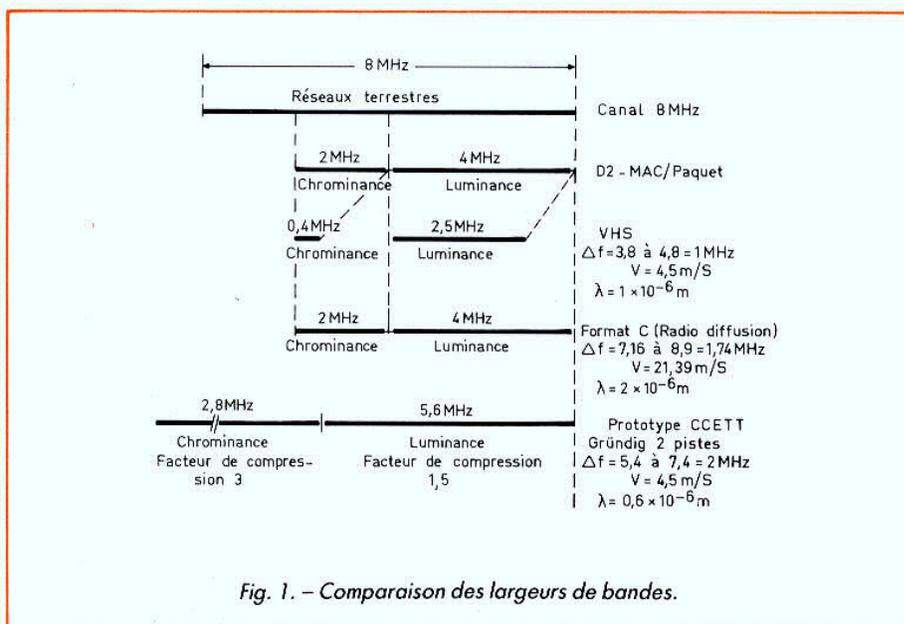
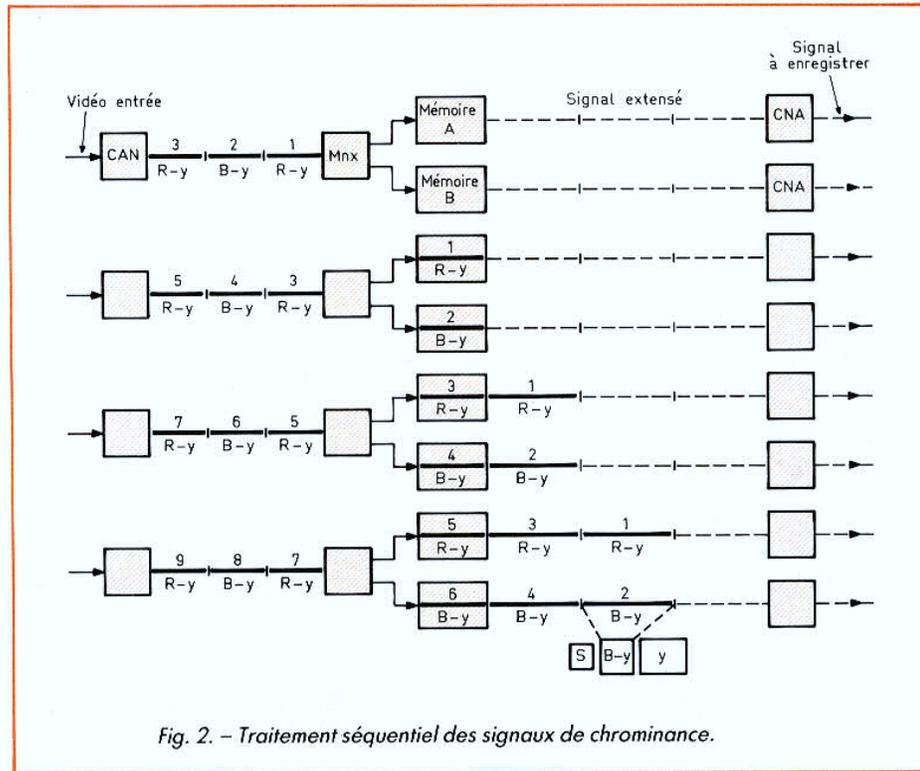

Fig. 1. - Comparaison des largeurs de bandes.
Fig. 2. - Traitement séquentiel des signaux de chrominance.
**La qualité de l'image et du son du standard D2-MAC Paquet dépasse sensiblement celle des standards de télévision actuels PAL et SECAM, comme le montre la représentation de la figure 1 avec un canal de 8 MHz dans lequel la vidéo occupe 6 MHz composée d'une luminance de 4 MHz et d'une chrominance de 2 MHz. L'enregistrement du signal D2-MAC Paquet dépasse de loin les possibilités des magnétoscopes VHS actuels.**
La largeur de bande passante de luminance n'est que de 2,5 MHz en VHS, et la largeur de bande passante de chrominance n'est que de 0,4 MHz (fig. 1). Seul un magnétoscope de radiodiffusion du format C permet une reproduction intégrale des composantes du
signal D2-MAC Paquet, étant donné sa vitesse élevée tête-bande de 21,39 m/s (fig. 1). La longueur d'onde enregistrée pour un signal correspondant à la limite supérieure de l'excursion de fréquence (4,8 MHz) se situe à environ  $0,6 \times 10^{-6}$  m avec une bande 1/2" du VHS. En format C, la
C'est le cas du prototype d'un magnétoscope mis au point par Grundig en collaboration avec le CCETT à Rennes (fig. 1).
La figure 2 représente le schéma simplifié du traitement d'un signal vidéo à large bande dont l'enregistrement n'est pas réalisable à l'aide d'un magnétoscope VHS, étant donné que celui-ci ne peut reproduire qu'une largeur de bande passante de luminance de 2,5 MHz et une largeur de bande passante de chrominance de 0,4 MHz. Le signal vidéo à l'entrée du schéma de la figure 2 est filtré à l'aide d'un filtre passe-bas, et écrit dans les deux mémoires A et B après passage dans les convertisseurs analogique-numérique (CAN). Chaque mémoire délivre un signal numérique étendu qui subit ensuite une conversion numérique analogique, d'où la présence des deux CNA en figure 2. Les signaux délivrés par ces deux CNA sont destinés à la modulation de fréquence de deux oscillateurs produisant les signaux d'enregistrement sur deux pistes de la bande.
Le procédé de la figure 2 n'est valable qu'en l'absence de pertes de signal lors de la commutation de têtes à la fin de chaque trame et dans le cas de l'absence d'erreurs de base de temps. Ce procédé a un autre défaut qui provient du système séquentiel de ligne du SECAM, où une ligne transmet le signal R-Y, et la ligne suivante, le signal B-Y ; ce qui n'est pas le cas dans les diagrammes de la figure 2 où les deux pistes enregistrent chacune le même signal pendant deux lignes successives.
Le schéma de la figure 1 montre d'abord l'écriture des lignes 1 et 2, soit R-Y et B-Y, commandée par le générateur d'horloge et destinée aux mémoires A et B. Après l'écriture des lignes 1 et 2, c'est la lecture des mémoires avec une fréquence d'horloge divisée par le coefficient 2, d'où l'extension des lignes R-Y et B-Y et la division de la bande passante par deux. En même temps, le générateur d'horloge commande l'écriture dans les mémoires des lignes 3 et 4, soit R-Y et B-Y, avec l'asservissement sur ces signaux. Les lectures des signaux 3 et 1 reproduisent chacune les mêmes composantes R-Y au lieu des composantes R-Y et B-Y. Afin de simplifier le contenu des lignes, nous n'avons représenté dans la figure 2 que les signaux de chrominance n'occupant que  $17,5 \mu s$ . Dans le standard D2-MAC Paquet, les signaux de chrominance précèdent le signal de luminance Y dont la durée est de  $31,5 \mu s$ . Nous avons également omis la salve numérique de  $12 \mu s$  qui précède les signaux de chrominance. Ces trois composantes sont représentées sous la ligne 2 de la figure 2 où l'on remarque leur compression temporelle avec des facteurs 3 pour la chrominance et 1,5 pour la luminance.